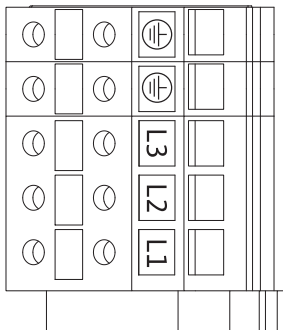

Fig. 26: Effektklemmer (nettilslutningsklemmer)
- Effektklemmer (nettilslutningsklemmer) (Fig. 26)